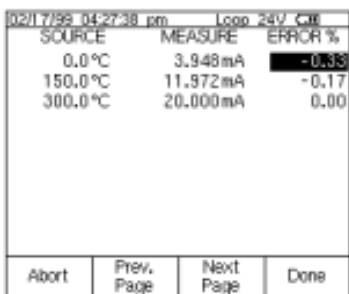

图 13
4. 按 Auto Test 软键，开始校准。测试完成以后，显示误差一览表 (图 13)。超过误差的测试误差用加亮方式显示出来。查看完此一览表以后，按 Done 软键。再按 Done 软键，以接受该结果，或者按 ENTER 键以修改标签、序列号或 ID 域。